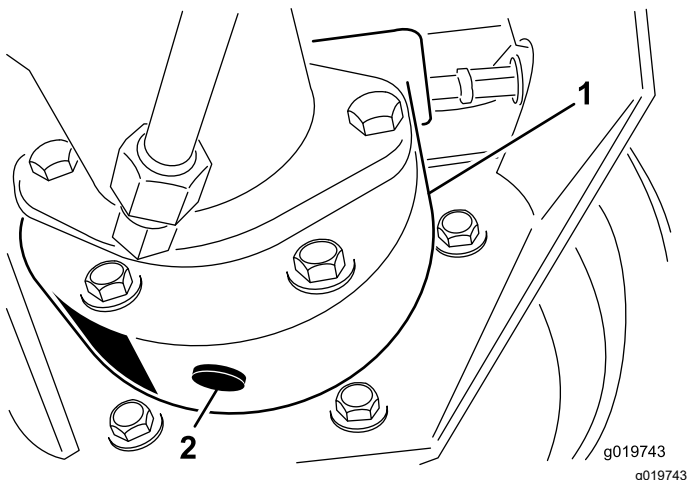

Figura 55
3. Coloque o recipiente de escoamento por baixo da estrutura do travão, retire o tampão e deixe o óleo escorrer para o recipiente (Figura 55).